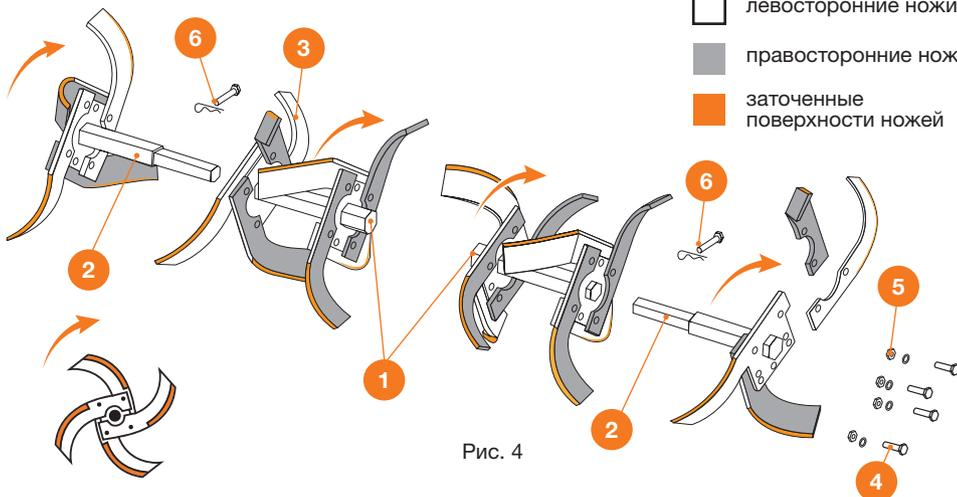

Рис. 4
- Для уменьшения ширины обработки почвы удалите цилиндрический палец и шплинт Ø 2,5 мм 6 и отсоедините ось-удлинитель 2 (Рис. 4).